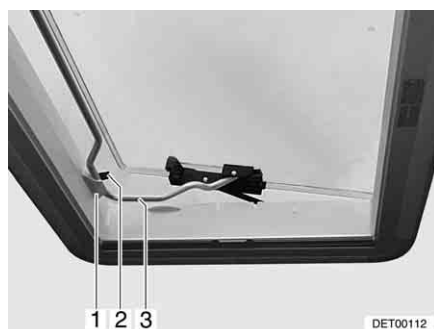

Fig. 63 Lanterneau Heki en position de ventilation 2
- Insérer l'étrier (Fig. 63,3) dans le support (Fig. 63,1).
- Placer le levier (Fig. 63,2) sur l'étrier.